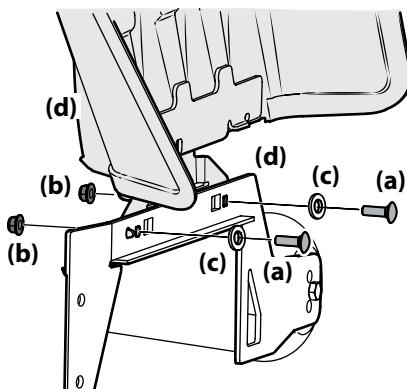

Figura 2-5
- Retire los tornillos del carro (a), las tuercas de bloqueo de la brida (b) y las arandelas planas (c) instaladas en el soporte de montaje (d) en la cubierta. Consulte Figura 2-5.
- Con los elementos de ferretería (ay b) que extrajo anteriormente, instale el deflector del canal (d) en la plataforma, como se indica en la Figura 2-5.